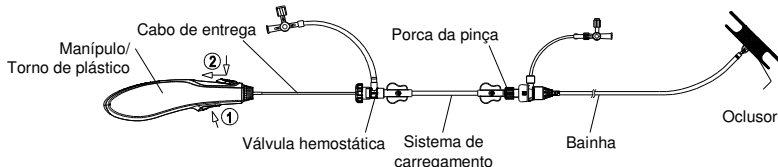

Figura 9. Ilustração da libertação do oclisor
- Mantenha a bainha a tocar no conector do oclisor e depois recue cuidadosamente o cabo até este se separar do oclisor. No final, remova o cabo de entrega e a bainha do doente (ver **Figura 9**).